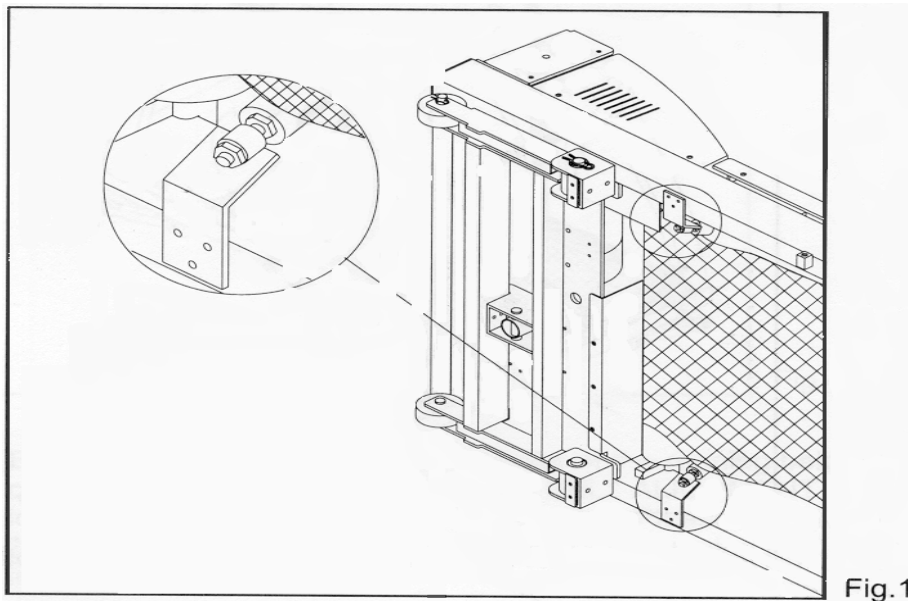

Fig.1
2. Leg de loopband op de zijkant. Zorg dat het loopvlak goed op z'n plaats zit en in de banen loopt van de twee band rollen onder op de loopmachine (zie Fig. 1).